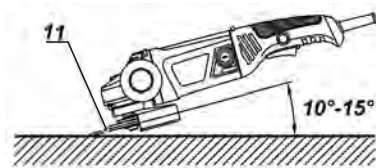

Fig. 10 – Ângulo correto de esmerilhamento
- 4 - Segure o equipamento com um ângulo de 10° a 15° em relação à superfície a ser trabalhada, Fig.10. Se o ângulo for menor que o recomendado, o trabalho realizado com o equipamento será mais difícil de controlar, e forçará demasiadamente o equipamento. Se o ângulo for maior que o recomendado a qualidade do trabalho ficará comprometida com muitos vincos na superfície trabalhada.